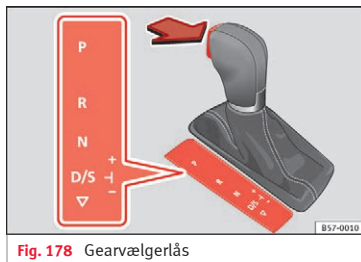

Fig. 178 Gearvælgerlås
- Tråd på bremsepedalen, og hold samtidig låseknappen inde i pilens retning »» Fig. 178.